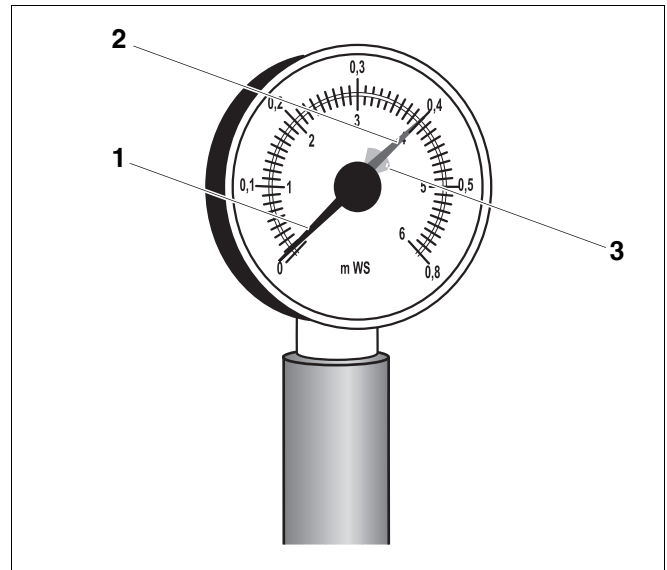

Fig. 4 Hydromètre pour installations ouvertes
Sur les installations ouvertes, l'aiguille de l'hydromètre (fig. 4, **pos. 1**) doit se situer dans les limites du marquage rouge (fig. 4, **pos. 3**).